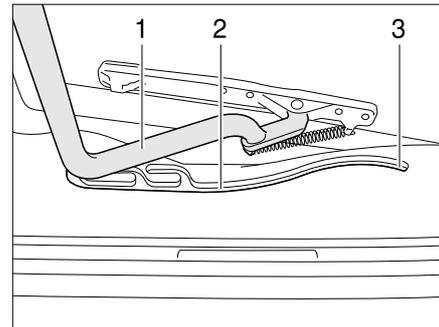

Bild 73 Heki-Dachhaube, Führung
- Den Bügel (Bild 73,1) in den Führungen (Bild 73,2) bis in die hinterste Position (Bild 73,3) ziehen.
- Den Bügel (Bild 73,1) mit beiden Händen leicht nach oben drücken.
- Den Bügel in den Führungen (Bild 73,2) bis zur gewünschten Stellung ziehen.